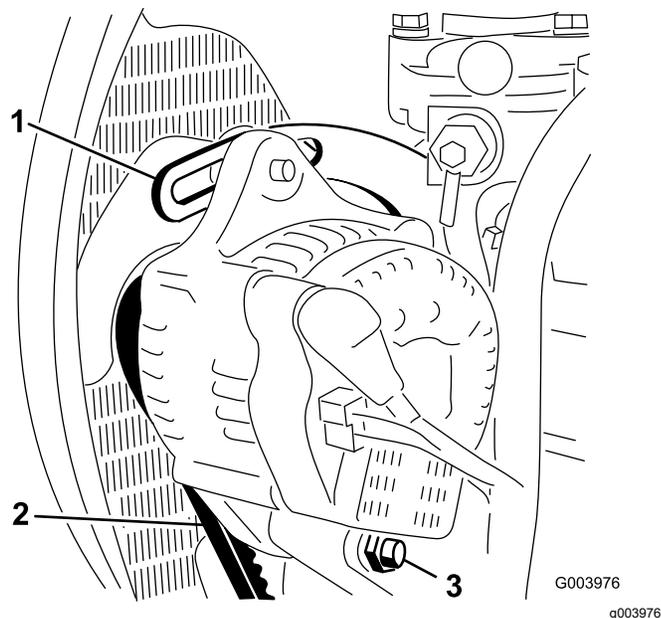

Figura 115
3. Verifique a tensão da correia do alternador, premindo-a (Figura 115) até meio caminho entre as polias do alternador e da cambota com uma força de 10 kg.
4. Desaperte o parafuso que prende o alternador ao suporte e o parafuso da articulação do alternador (Figura 115).